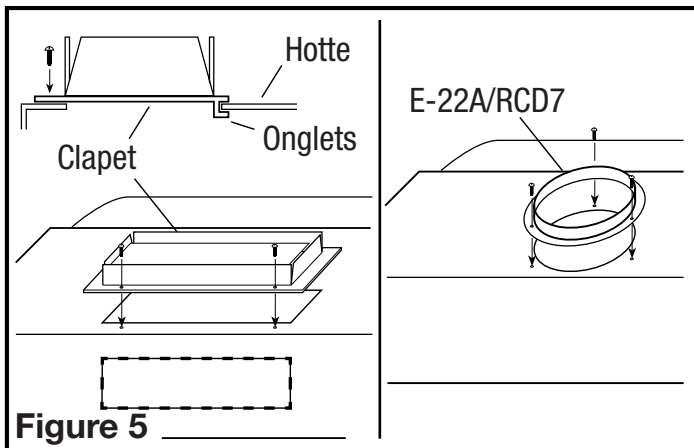

Figure 5
- Pour un conduit vertical ou horizontal de 8,25 x 25,4 cm (3-1/4 po x 10 po), installer l'assemblage de clapet à la hotte en glissant la section à onglets du clapet sous le corps de la hotte et en vissant les deux vis fournies. Pour un conduit rond de 17,78 cm (7 po), fixer soit un clapet modèle E-22A ou RDC7 (non inclus) à la hotte avec les 3 vis fournies. À l'aide de ruban adhésif approuvé, appliquez autour du col pour sceller les fuites d'air (**Figure 5**).